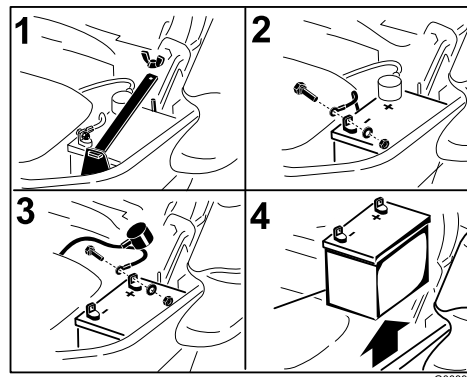

Figura 57
3. Primero desconecte el cable negativo (negro) del borne negativo (–) (negro) de la batería (Figura 57).
4. Retire la cubierta de goma roja del borne positivo (rojo) de la batería y retire el cable positivo (+) (rojo) (Figura 57).
5. Retire la tuerca de orejeta que sujeta la abrazadera de la batería (Figura 57).
6. Retire la abrazadera (Figura 57).
1. Coloque la batería en la bandeja, con los bornes frente al depósito de aceite hidráulico (Figura 57).
4. Fije los cables con 2 pernos, 2 arandelas, y 2 contratueras (Figura 57).
6. Instale la abrazadera y sujétela con la tuerca de orejeta (Figura 57).